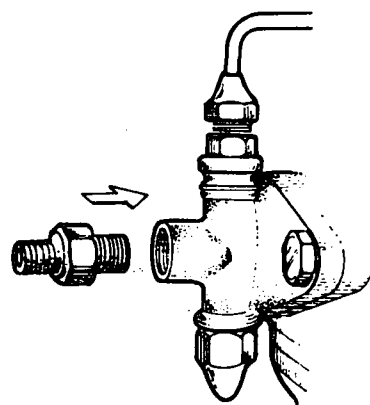

Fig. 2
- d Instale o niple cônico (fig. 2).